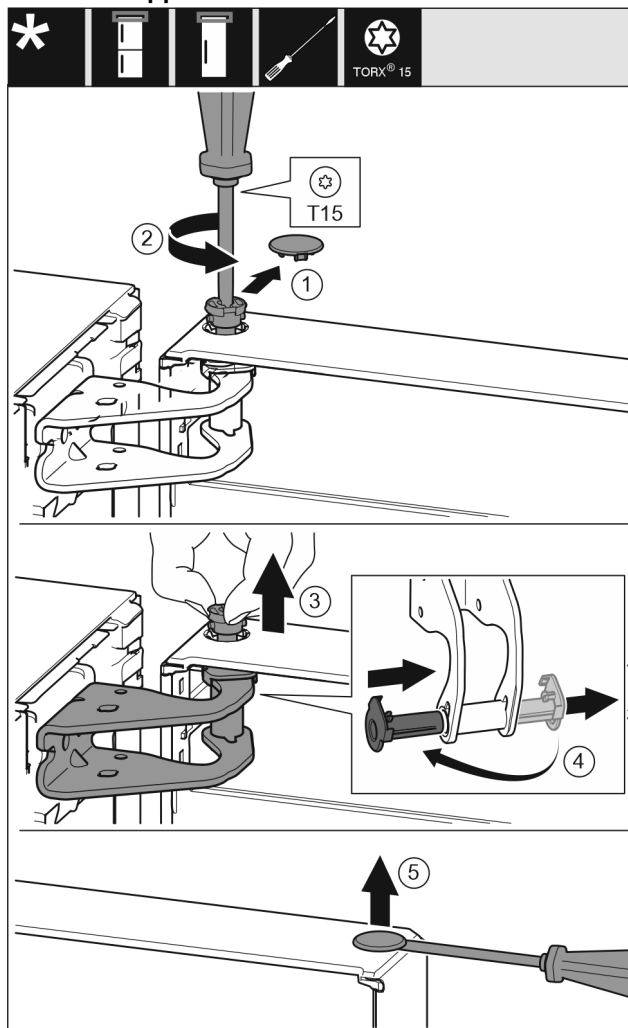

Fig. 8
► Enlever délicatement le cache de sécurité. Fig. 8 (1)
► Dévisser légèrement le boulon avec un tournevis T15. Fig. 8 (2)
► Tenir fermement la porte et sortir le boulon avec les doigts. Fig. 8 (3)
► Tirer la douille de palier en dehors du guide. La mettre de l'autre côté et l'enclencher. Fig. 8 (4)
► Soulever délicatement le bouchon en dehors de la douille de palier de porte avec un tournevis plat et le sortir. Fig. 8 (5)